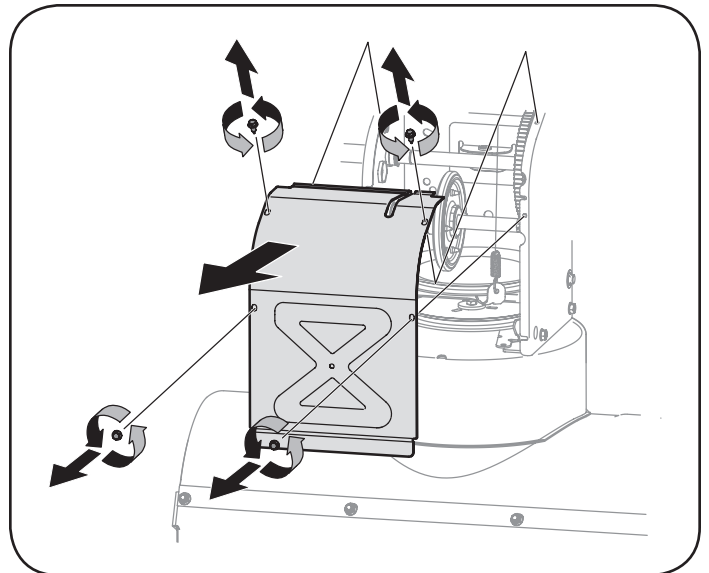

Figura 31
6. Saque la cubierta del marco desde debajo de la máquina quitanieve retirando los cuatro tornillos autorroscantes que la aseguran. Vea la Figura 31.
3. Saque la cubierta del marco desde debajo de la máquina quitanieve retirando los cuatro tornillos autorroscantes que la aseguran. Retire la rueda derecha quitando el tornillo y la arandela de campana que la aseguran al eje. Vea Figura 31.